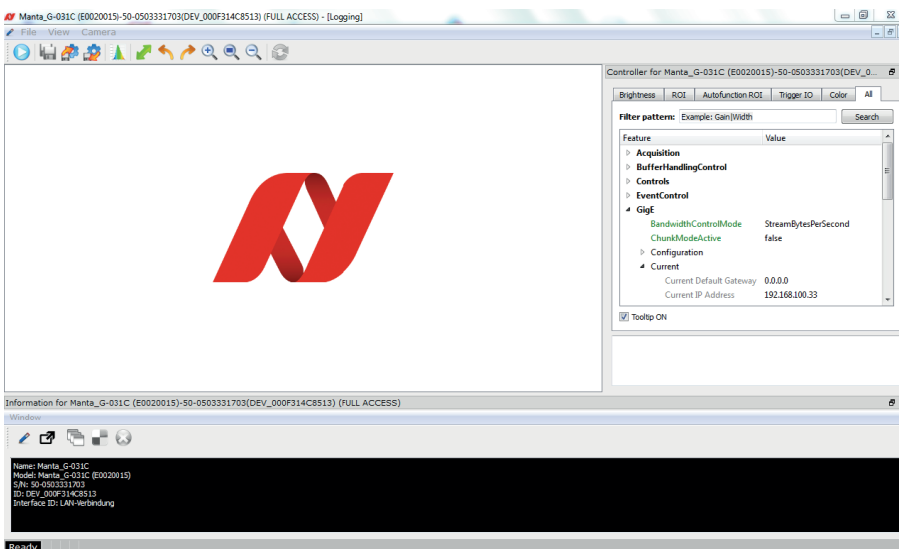

Abb. 5: IP-Adresse
6. Im Kameramenü (Abb. 5) die aktuelle IP-Adresse suchen.